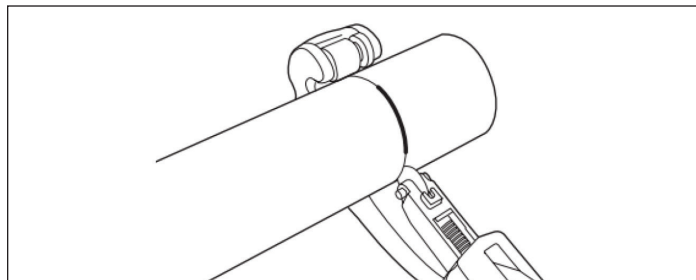

Figure 1-2
4. À l'aide du coupe-tube approprié avec la molette de coupe 1 TracPipe FGP-E-5272, fendez la gaine noire sur environ les trois quarts de son épaisseur. Faites très attention à NE PAS couper ou rayer le tube ondulé en acier inoxydable! (figure 1-2)